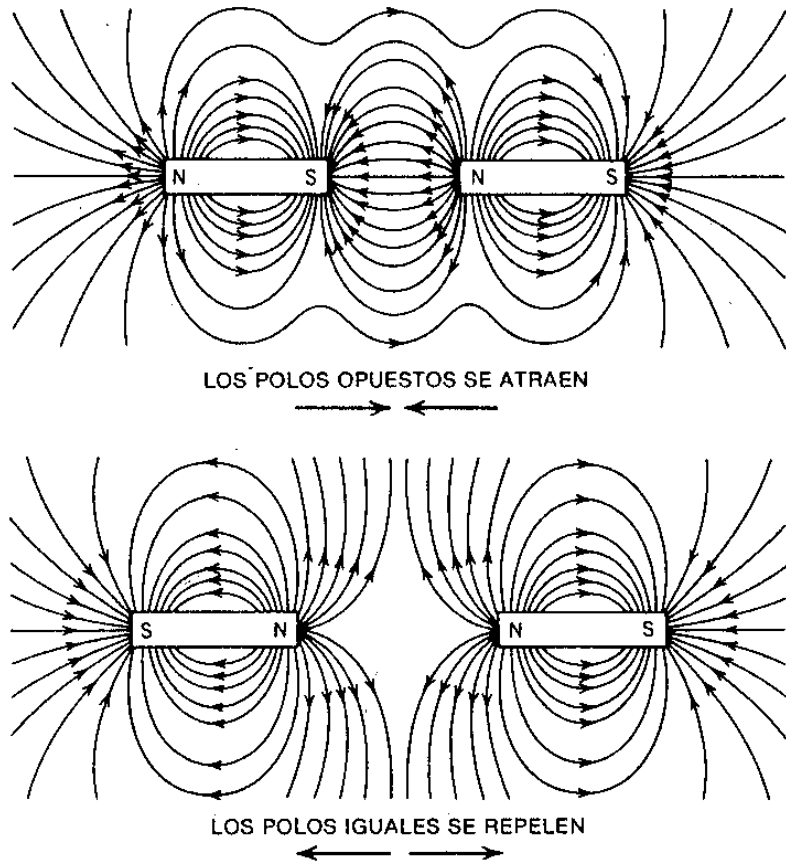

Fig 3
Todos los imanes tienen un **polo** norte (N) y un polo sur (S). Los polos de un imán se relacionan uno con otro. Los polos opuestos (N y S) se atraen uno al otro: los polos iguales (N y N) ó (S y S) se repelen uno al otro Fig. 3. A esto le llamamos **polaridad** magnética. También usamos la palabra polaridad para describir las terminales opuestas + y – de un circuito eléctrico.